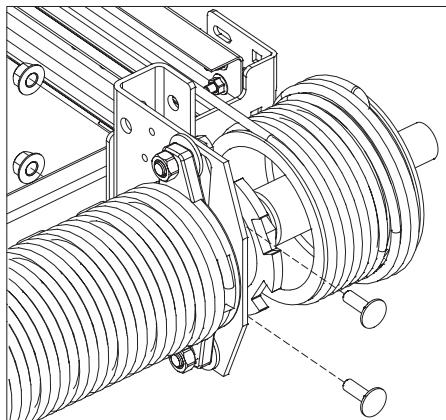

Рис. 26.1
- закрепить храповую муфту к правому боковому суппорту двумя болтами M8×25 (рис. 26.1);